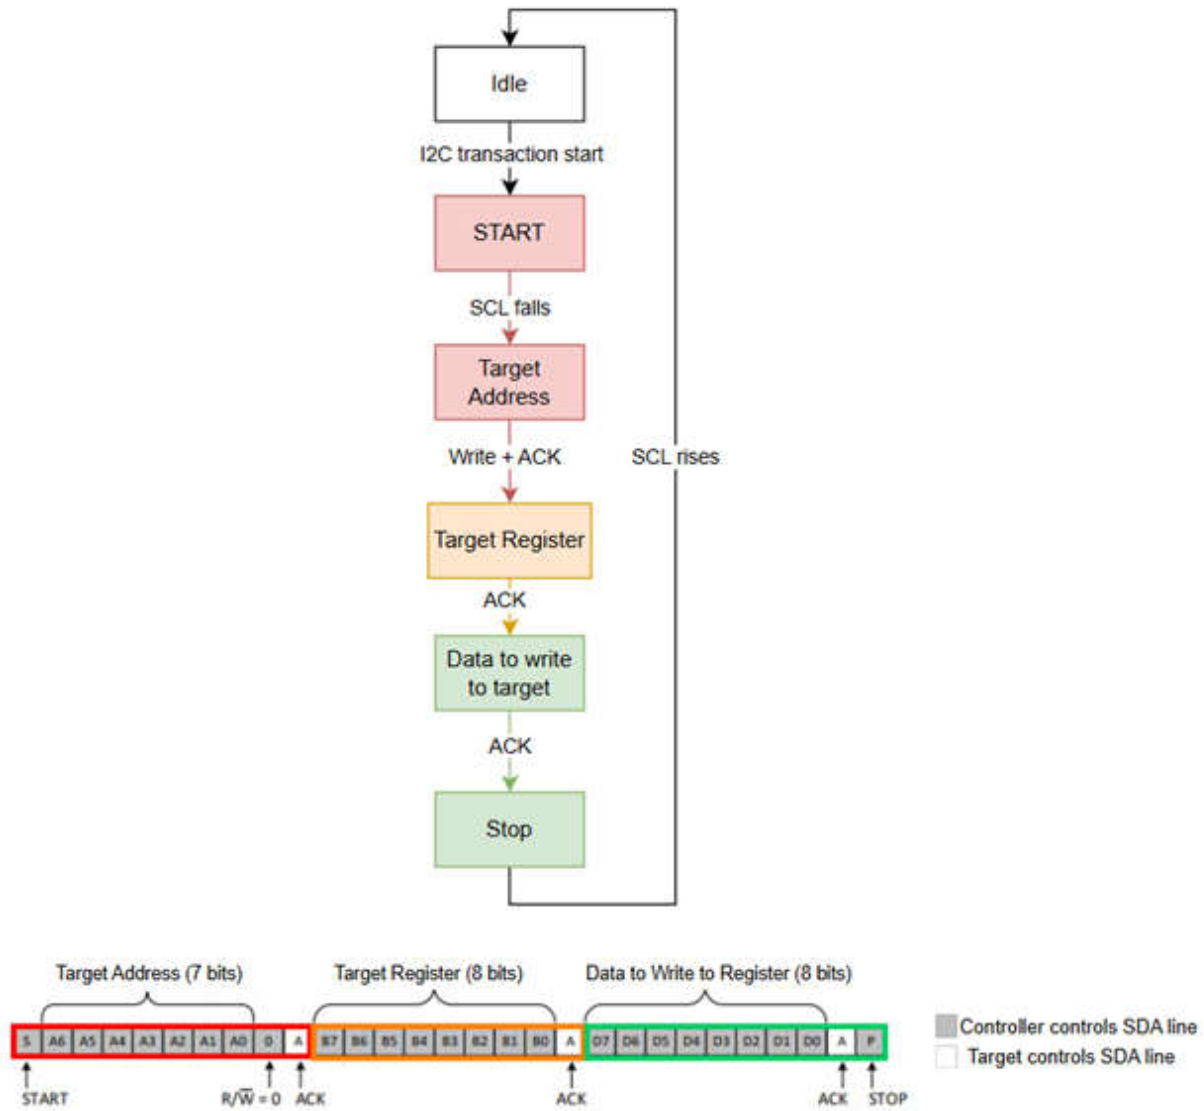

図 2-3. I2C 書き込みトランザクション
図 2-3 に I²C 書き込みトランザクションを示します。コントローラ デバイスは最初に START 条件を発行し、その後に 7 ビットのターゲット アドレスを送信して、最後のビット (R) を 0 に設定して書き込み動作を示します。ターゲットから ACK を受信すると、コントローラは 8 ビットのレジスタ アドレスを送信します。ターゲットはこのデータを受信した後、コマンドの準備を示すために ACK で応答します。次に、コントローラは特定のレジスタ データをターゲットに送信し、完了を示すために STOP 条件を発行することで送信を終了します。図 2-3 に、書き込みトランザクションのフローを示します。